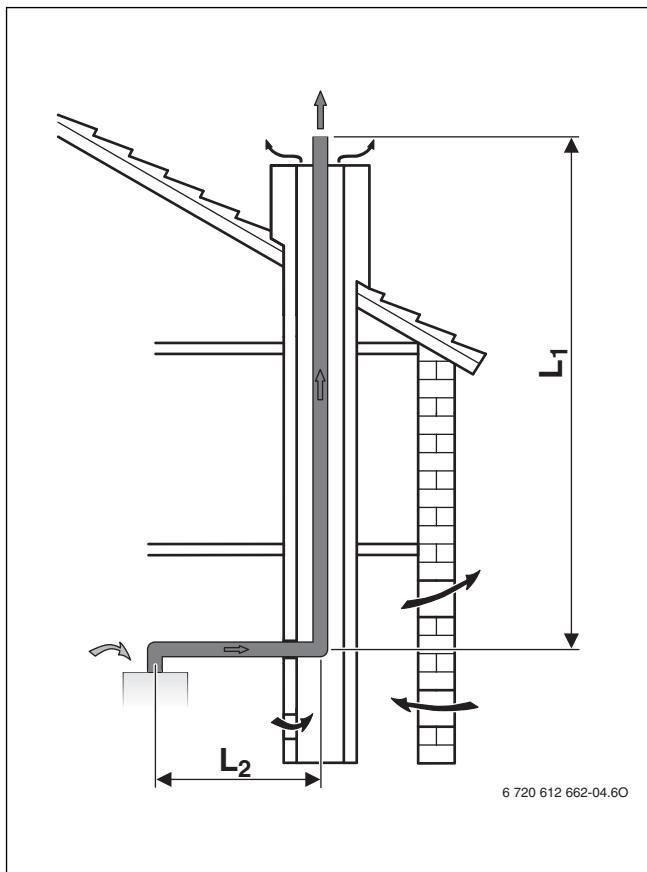

Рис. 7 Дымовая труба в шахте по В₂₃
- Если труба отвода дымовых газов проложена в вентилируемой шахте (→ рис. 7, 8 и 10), то чистка шахты не требуется.